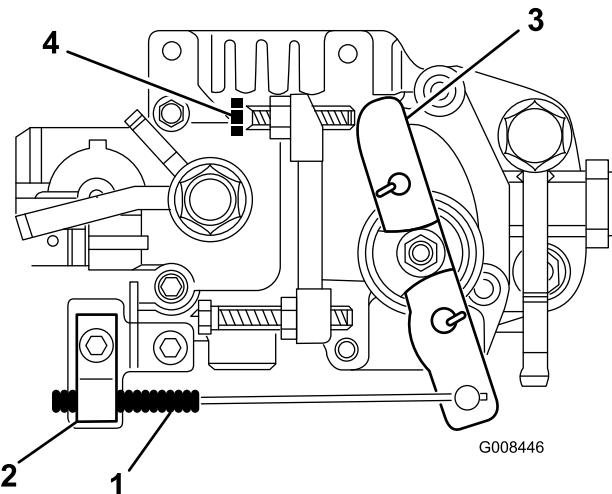

Figura 45
2. Allentate la vite del serrafilo per cavi che fissa il cavo al motore (Figura 45).
3. Muovete il filo fino a quando la leva di selezione della velocità non tocca la vite della minima (Figura 45).
2. Allentate il dado di bloccaggio sulla vite della minima (Figura 45).